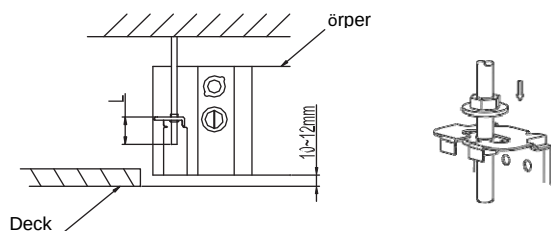

Abb.1-5
- Die Länge ist grundsätzlich die Länge in der Mitte der Schraube für die Einbaueinheiten (siehe Abb.1.5).
1. Installieren Sie die Klappenanlage sicher, erst danach sollten Sie die Schrauben fest in den Körper drehen (siehe Abb.1-5).